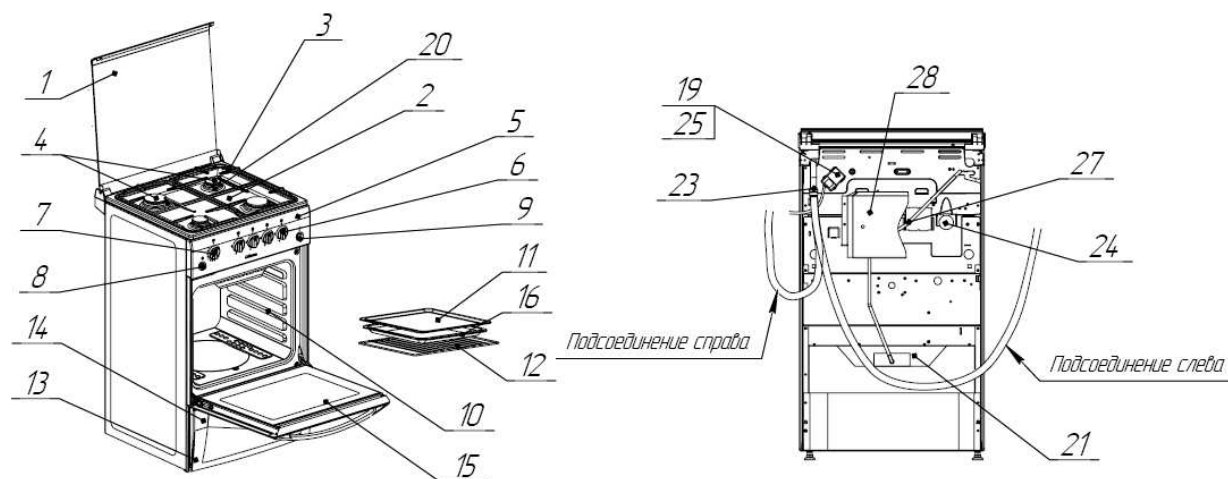
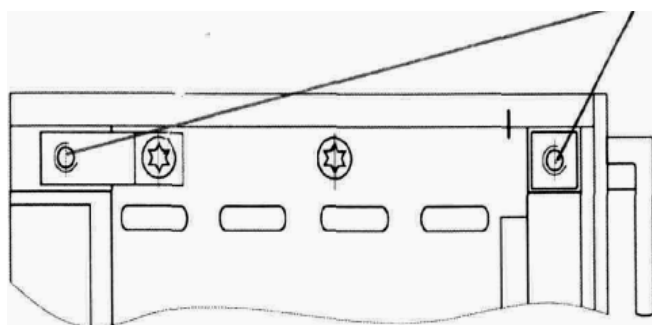

Рис.2
Рис. 3
4. Состав плиты (рис.2)
- 4.1. Плита изготовлена в виде тумбы, (рис. 2) в которую вмонтированы духовой шкаф 10 и вспомогательный шкаф 13.
- 4.3. На верхней панели 2 расположены газовые горелки различной мощности 4, свечи электророзжига 20 и решетки стола 3 (рис.2).
- 4.8. Духового шкафа 10 снабжен горелкой пода 21 (внизу). Кроме того, на задней стенке расположено окно для подсветки 24 (рис. 3).
- 4.10. Подвод газа к плите осуществляется через рампу 23 (рис. 3) с любой стороны с помощью гибкого рукава (в поставку не входит). При подсоединении слева (рис. 2) гибкий рукав следует располагать вне зоны горячего воздуха. Подвод газа к горелке пода осуществляется с помощью газовой трубки 27.
5.8. Подключение плиты к газовой коммуникации производится как с левой так и с правой стороны (рис. 2)
- рукав не должен проходить в зоне горячего воздуха дымохода и касаться задней стенки плиты (см. рис.2)